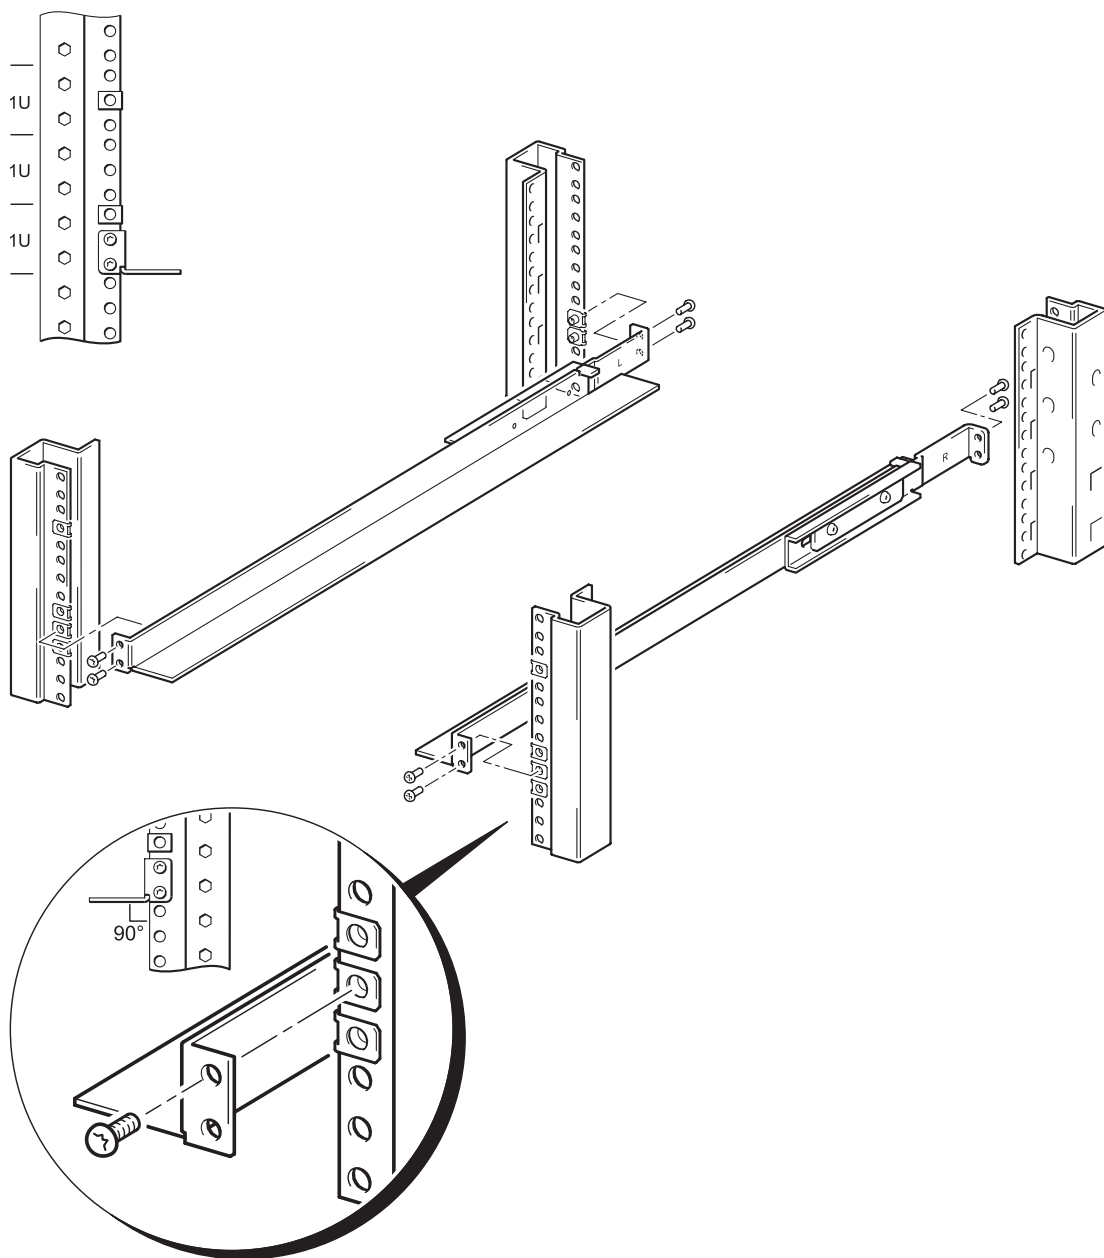

Figura 3a: Instalar trillos de soporte (perfil de orificio redondo)
- 1** Consulte a Figura 3a. Posicione um trilho de suporte de modo que a borda na parte traseira do trilho fique localizada sobre a coluna de rack traseira e os dois orifícios na borda do trilho fiquem alinhados com as duas porcas de clipe. Fica bem mais fácil se isso for feito por duas pessoas.